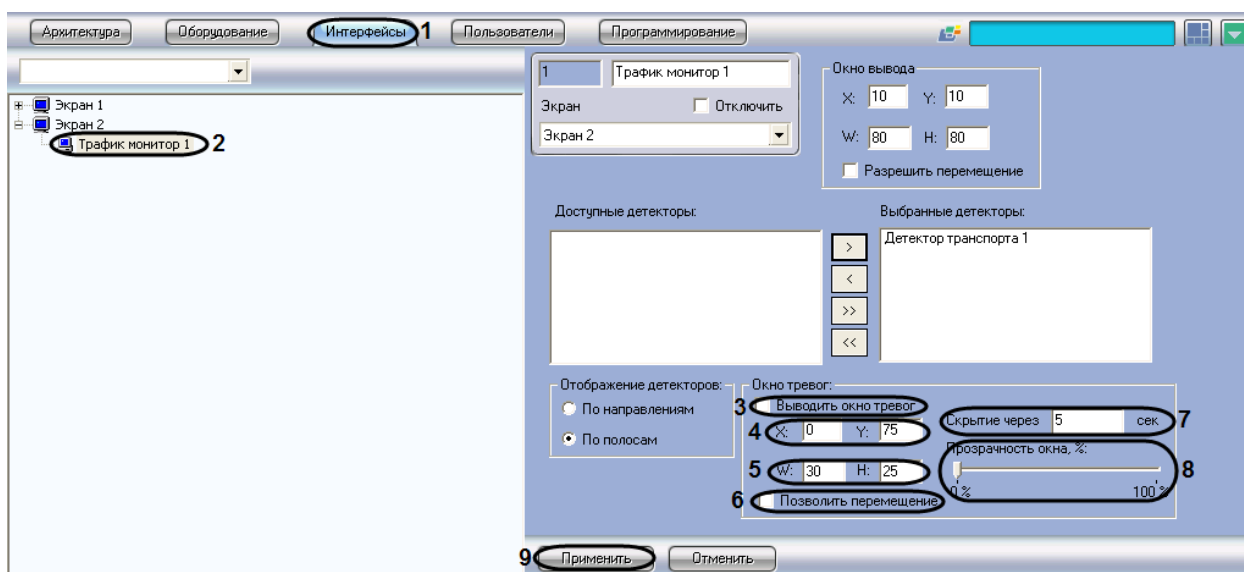

Рис. 7.8—4. Настройка размещения диалогового окна «Окно тревог»
тревог». При передвижении ползунка вправо увеличивается степень прозрачности в процентах (см. Рис. 7.8—4, 8).
9. Нажать кнопку «Применить» (см. Рис. 7.8—4, 9).